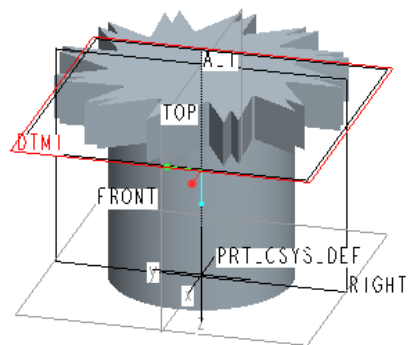

図 13-102 データム平面の追加
- ・OK をクリックすると上で指定したデータム平面「DTM 1」が定義される。(図 13-102)